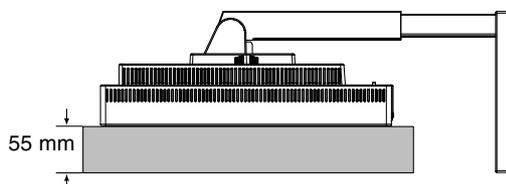

Figura S.1
3. Sistemare il monitor a faccia in giù su una superficie non abrasiva. Collocare lo schermo su una piattaforma di 55 mm (2,2 pollici) cosicché il supporto sia parallelo alla superficie (**Figura S.1**).